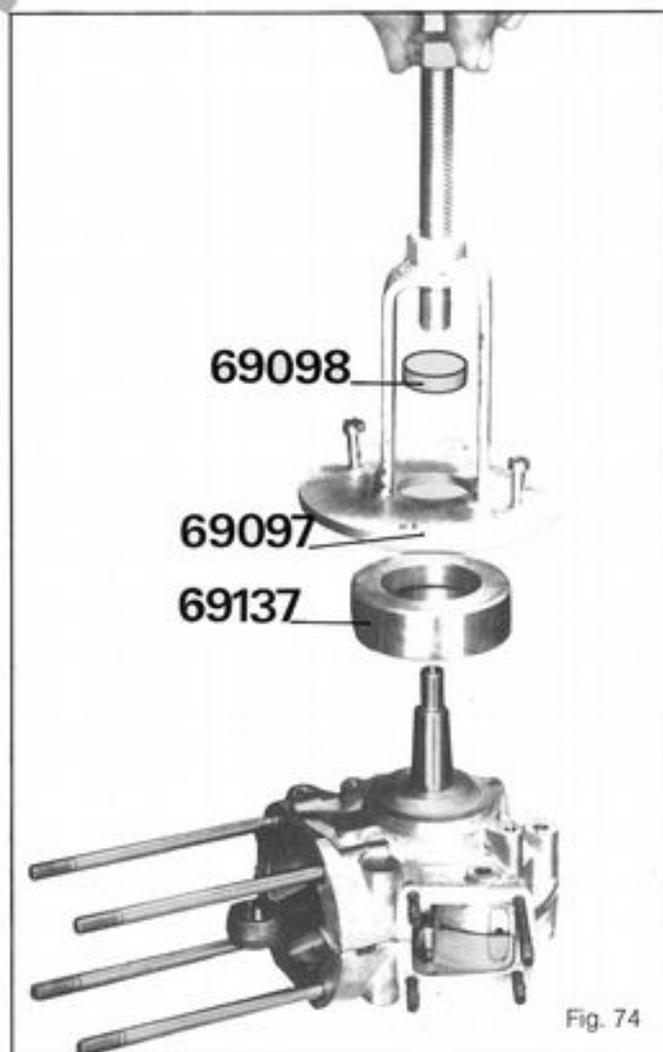

Fig. 74
- Sur le carter droit (côté volant), mettre en place (*figure 74*) :